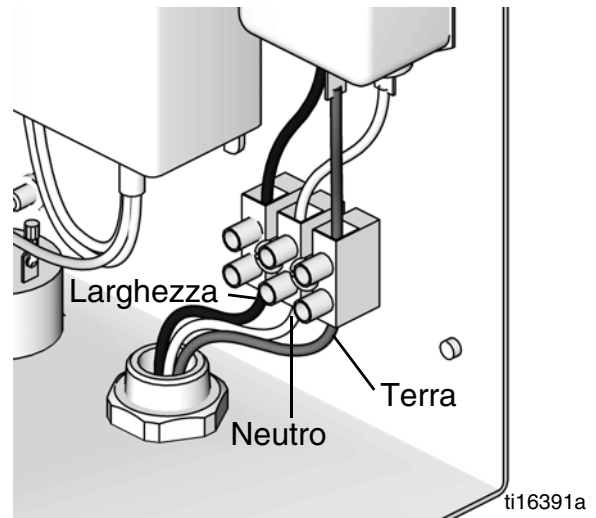

Fig. 6. Collegamento elettrico del quadro di controllo
2. Collegare il cavo elettrico alla morsettiere, come mostrato in FIG. 6.